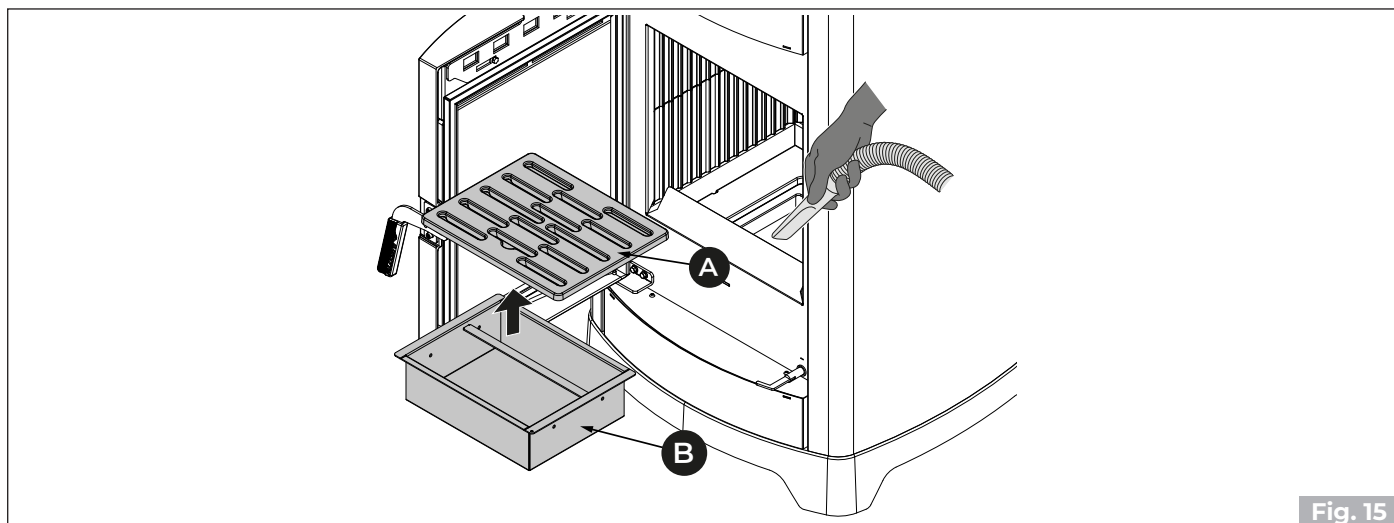

Fig. 15
- 1) Pažljivo očistite rešetku (**A**) (**Fig. 15**). Izvadite je i očistite ložište ručnom četkom (ne isporučuje se uz proizvod) kojom se ostaci izgaranja prenose u ladicu za pepeo.
- 2) Izvadite ladicu za pepeo (**B**) iz baze i usisajte sav pepeo koji se nalazi u odjeljcima ispod (**Fig. 15**).